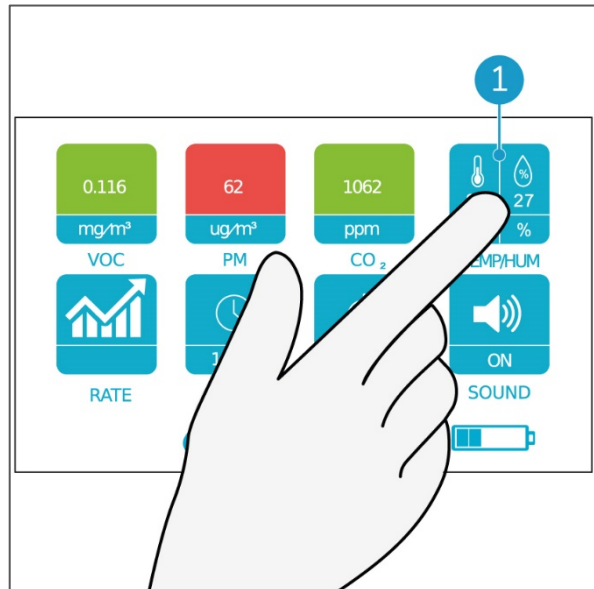

Figure 16
1. Touchez du doigt le bouton TEMP/HUM (Figure 16, position 1).